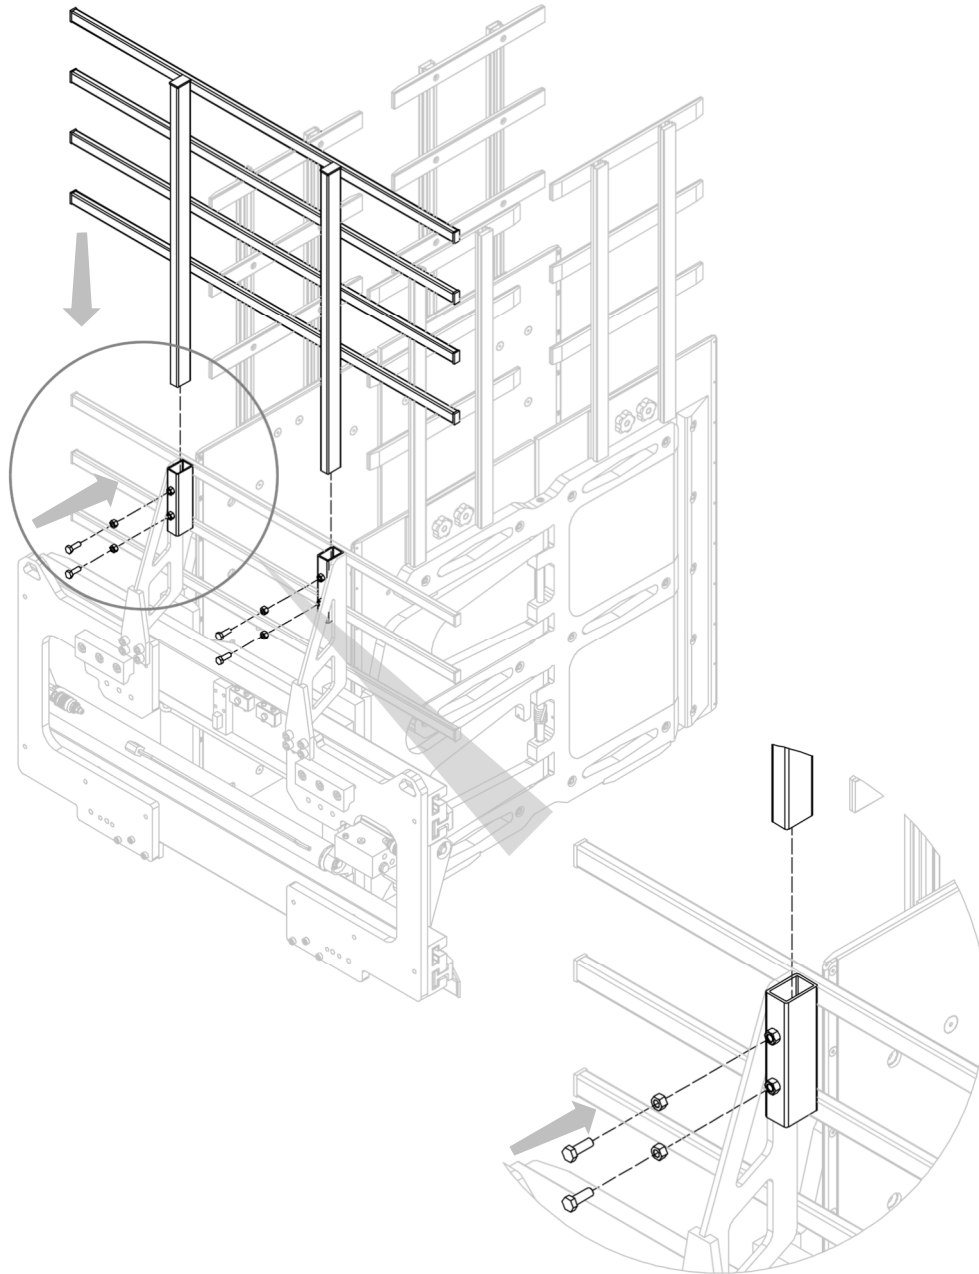

Figura 44
4. Montar la parte superior del bastidor del soporte de carga, a través de los tornillos y contratuercas correspondientes (ver *Figura 44*).